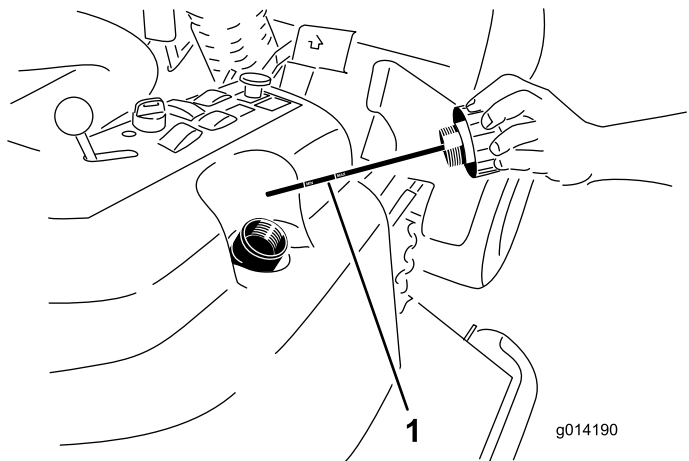

Figure 48
4. Enlevez le bouchon (Figure 48) du goulot de remplissage du réservoir hydraulique.
5. Retirez la jauge et essuyez-la sur un chiffon propre (Figure 48).
6. Vissez la jauge dans le goulot de remplissage, ressortez-la et vérifiez le niveau de liquide (Figure 48).